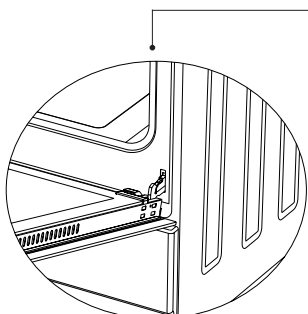

Figura 20.1
1. Abra completamente a porta do forno e retire-a abrindo o trinco da dobradiça com uma chave de fendas, como mostra a figura 20.1.